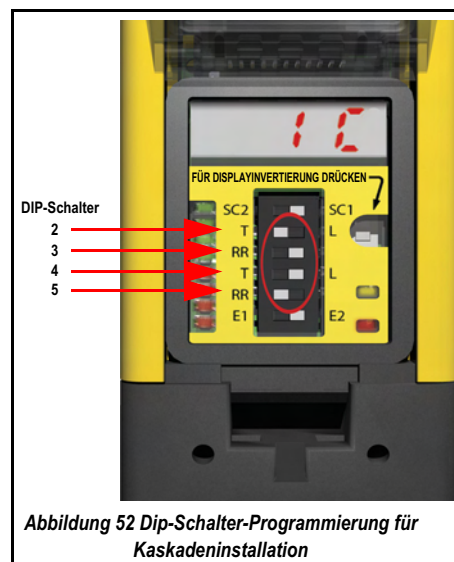

Abbildung 52 Dip-Schalter-Programmierung für Kaskadeninstallation
- ☛ Diese Einstellung sollte entweder bei normalem Betrieb oder bei abgeschalteter Stromversorgung in Verbindung mit Abbildung 52 auf Seite 97 und Tabelle 33 auf Seite 98 durchgeführt werden.